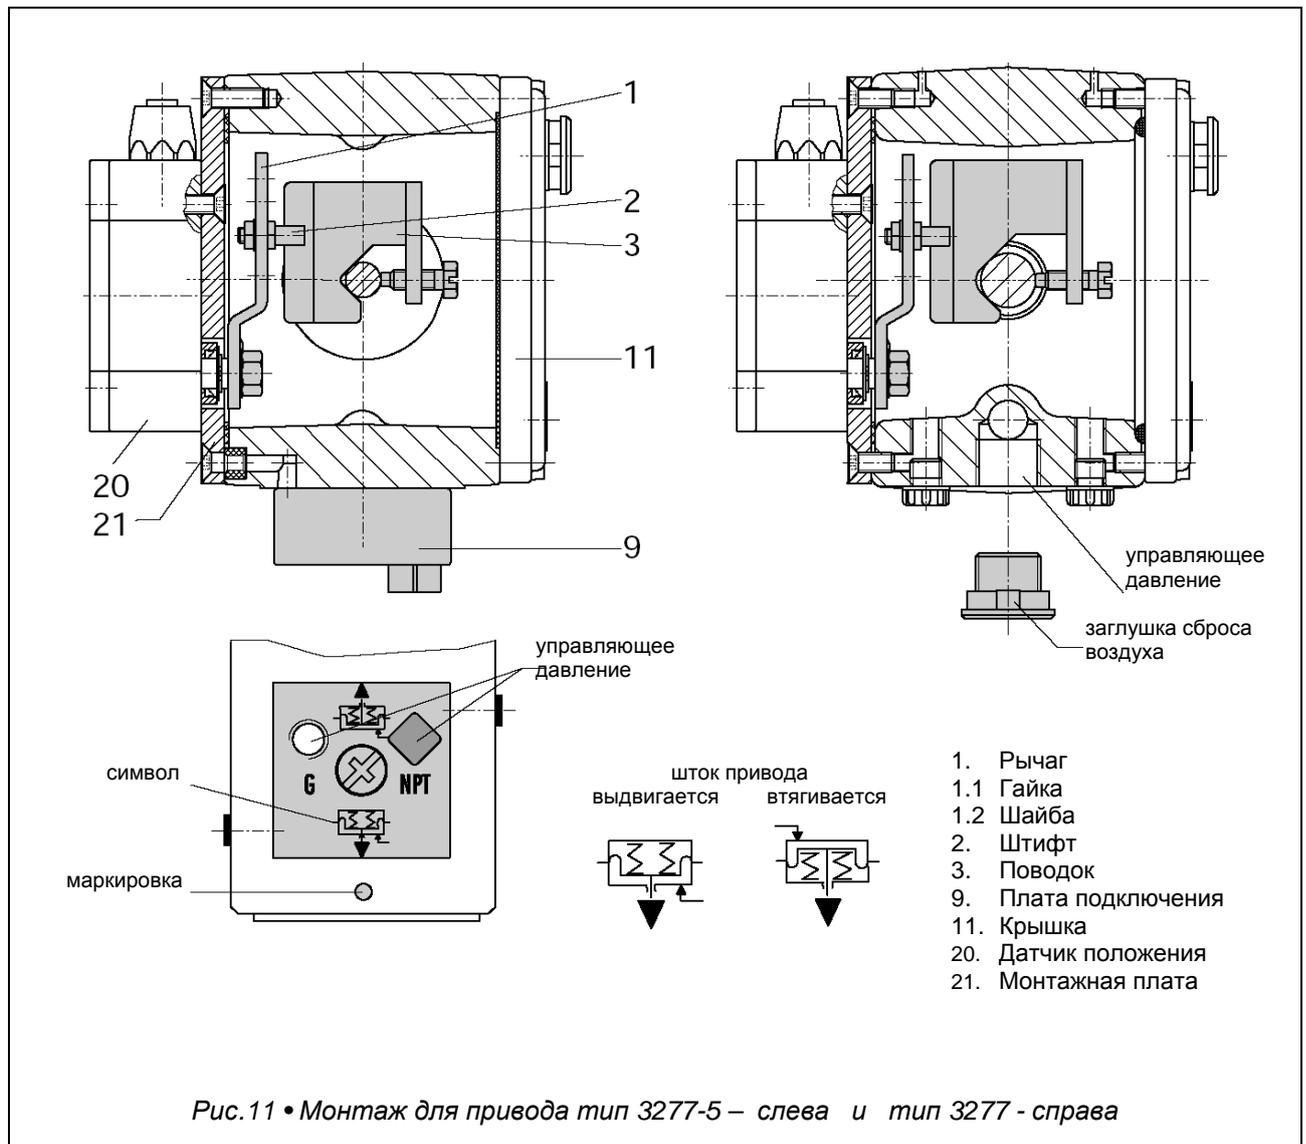

Рис.11 • Монтаж для привода тип 3277-5 – слева и тип 3277 - справа
Управляющее давление с позиционера подается в мембранную камеру привода через пневматическое соединение платы подключения (9, на рис.11 слева).
- Плату подключения (9) при необходимости следует повернуть так, чтобы выбранный Вами символ – «шток привода выдвигается» или «шток привода втягивается» располагался напротив маркировки (рис. 11 внизу).
- Обязательно обратить внимание на правильность укладки уплотнения платы подключения (9).